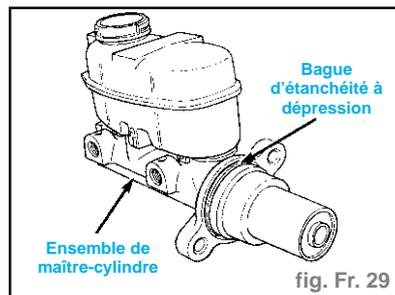

fig. Fr. 29
- Poser une NOUVELLE bague d'étanchéité à dépression sur le maître-cylindre. La bague doit être placée d'équerre dans la gorge du maître-cylindre (fig. Fr. 29).
- Poser une NOUVELLE bague d'étanchéité à dépression sur les flasques de montage de l'ensemble du maître-cylindre (fig. Fr. 29).